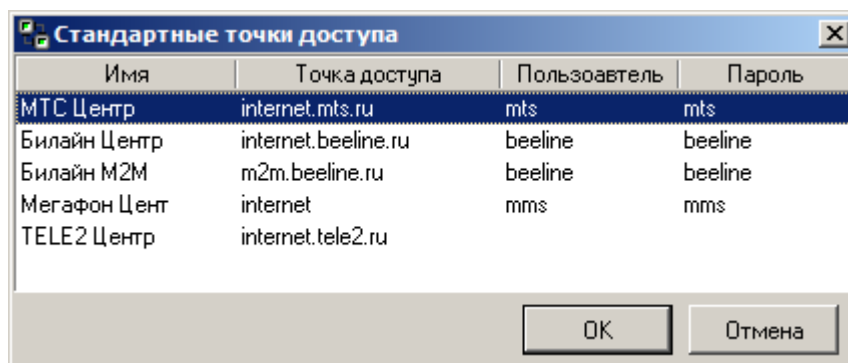

Рисунок 5 – Окно «Стандартные точки доступа».
4. Параметры слота (точка доступа, имя, пароль): параметры подключения GPRS, которые необходимо получить у оператора сотовой связи. Для удобства в программе есть predefined параметры подключения для некоторых операторов сотовой связи. Форма с настройками вызывается при нажатии кнопки на поле «Точка доступа (APN)» (см. Рисунок 5).